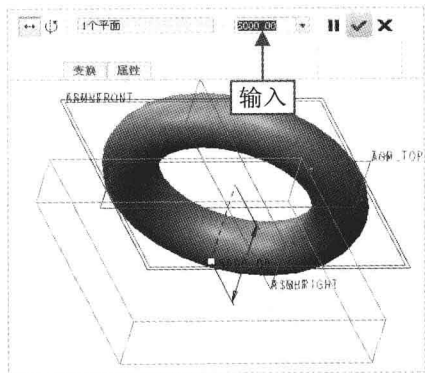

图 11-46 设置参数
Step 03 单击“确定”按钮，弹出“移动（复制）”选项卡，在绘图区选择 ASM_FRONT 基准平面，在“输入平移值”数值框中输入 5000，如图 11-46 所示。